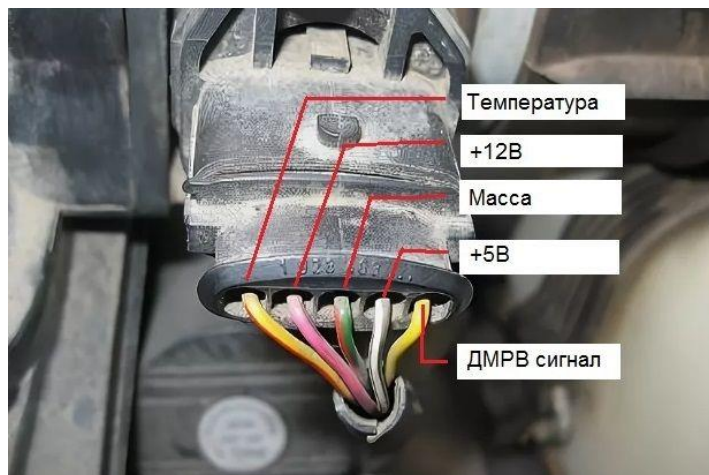

Рис. 11. Подключение проводов ДМРВ, совместно с датчиком температуры.
Перед проверкой напряжения на «выходе» датчика желательно проверить питание (провод «+5В» рис. 11). Оно должно быть равно 5В. При меньшем значении (выход из строя блока питания датчика в ЭБУ) на выходе будет нормальное напряжение 1,0...1,02 В, но сам ДМРВ будет неисправен.
- Снять штекер (рис. 11) и проверить питание датчика (должно быть +5В);
Следующим шагом является проверка контакта в разъёме и саму проводку датчика (возможно окисление или обрыв). При выключенном зажигании отсоединяем колодку жгута проводов системы управления двигателем от ДТВВ. Подсоединяем щупы тестера к выводам «1» и «3» колодки жгута проводов (рис. 11). При включенном зажигании напряжение должно быть равным 4,5...5,5 В. В противном случае проверяем исправность цепей (обрыв и замыкание на «массу»).
- найти по схеме на датчике сигнальный провод ДТВВ (рис. 11);